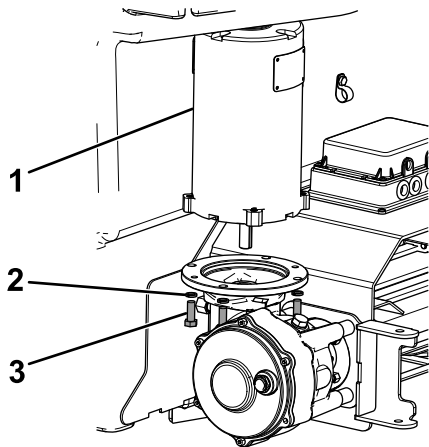

**Bild 24**
13. Verbinden Sie die Getriebekupplung mit den vier Schrauben (1/4") und Nylon-Sicherungsmuttern (1/4") mit der Kupplung der Antriebswelle, wie in Bild 24 dargestellt.